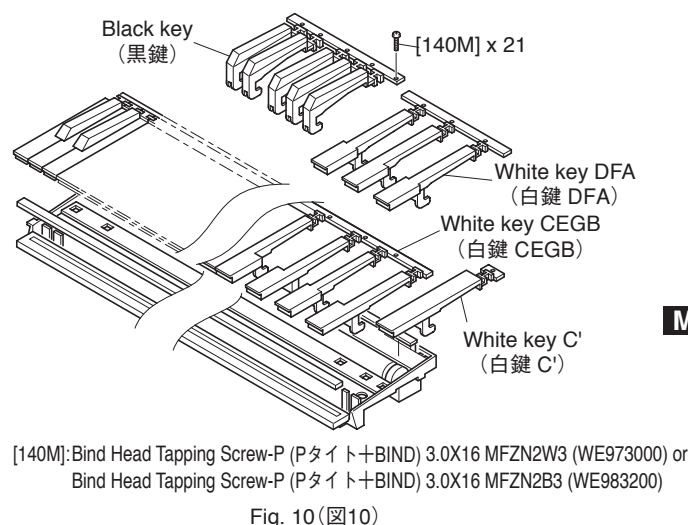

Fig. 10 (図10)
24-7-1. Remove the twenty-one (21) screws marked [140M], then remove the black keys from the lower notes. (Fig. 10)
24-7-2. Remove the white keys DFA and C'. (Fig. 10)
24-7-3. Remove the while keys CEGB from the higher notes. (Fig. 10)
25-1. Install the white keys CEGB from the lower notes. (Fig. 10)
25-2. Install the white keys DFA and C'. (Fig. 10)
25-3. Install the black keys from the higher notes, and tighten the twenty-one (21) screws marked [140M]. (Fig. 10)
24-7-1. 白鍵と黒鍵を止めている [140M] のネジ 21 本を外し、黒鍵を音程の低い方から外します。(図 10)
24-7-2. 白鍵 DFA と白鍵 C' を外します。(図 10)
24-7-3. 白鍵 CEGB を音程の高い方から外します。(図 10)
25-1. 白鍵 CEGB を音程の低い方からはめ込みます。(図 10)
25-2. 白鍵 DFA と白鍵 C' をはめ込みます。(図 10)
25-3. 黒鍵を音程の高い方からはめ込み、[140M] のネジ 21 本を取り付けます。(図 10)